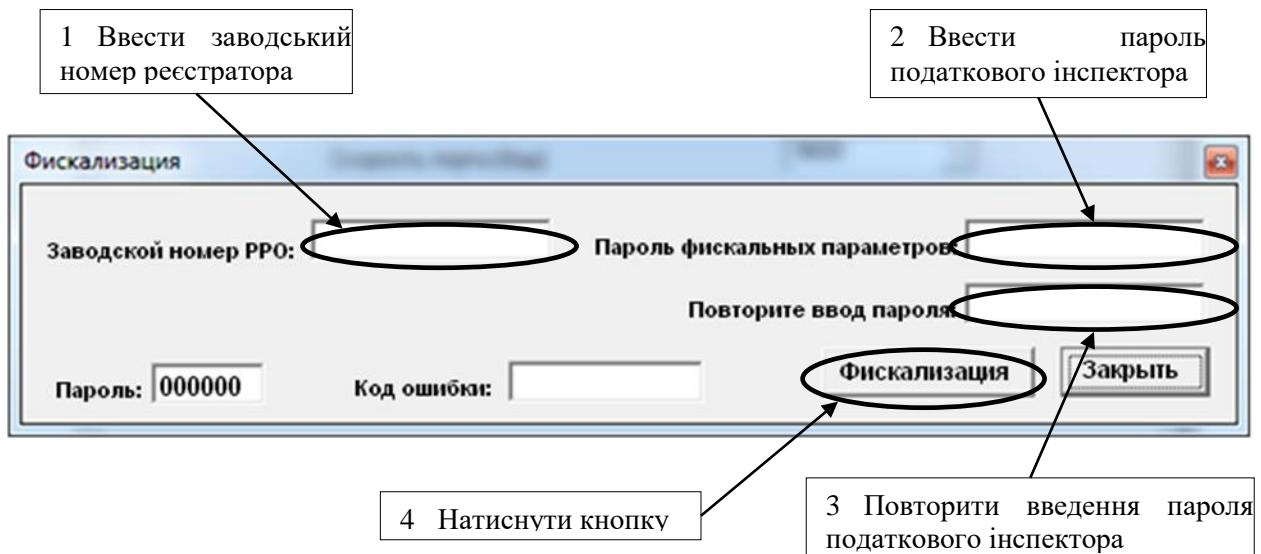

Рисунок 25
5.10 У вікні «Фискализация», що з'явиться, ввести заводський номер реєстратора. Ввести пароль податкового інспектора та повторити введення пароля (рисунок 25).